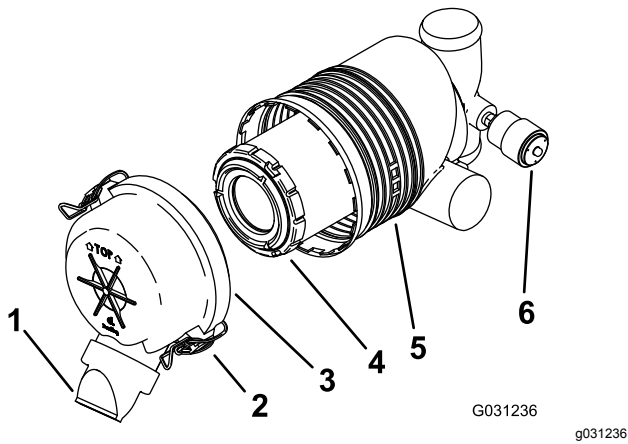

Figura 43
**Importante:** Cambie el filtro del limpiador de aire únicamente cuando el indicador de mantenimiento se ve rojo (Figura 43). El cambiar el filtro antes de que sea necesario sólo aumenta la posibilidad de que entre suciedad en el motor al retirar el filtro.
5. Abra los cierres del limpiador de aire y tire de la tapa de la entrada de aire para separarla del cuerpo del limpiador de aire (Figura 43).
- Si el indicador de mantenimiento se ve transparente, instale la tapa del limpiador de aire con el tapón antipolvo orientado hacia abajo, y cierre los enganches (Figura 43).
1. Extraiga con cuidado el filtro del cuerpo del limpiador de aire (Figura 43).
3. Instale el filtro con cuidado (Figura 43).
4. Instale la tapa del limpiador de aire con el tapón antipolvo orientado hacia abajo, y cierre los enganches (Figura 43).